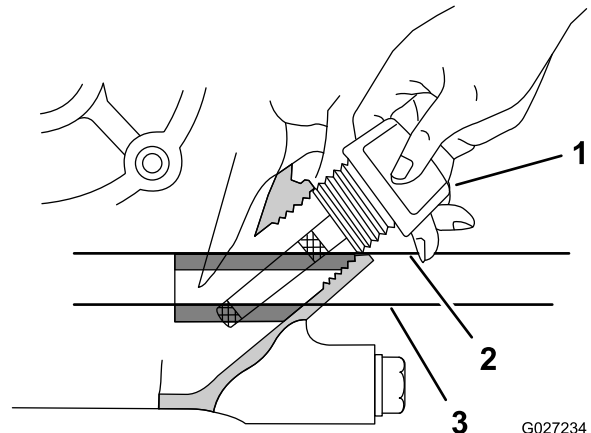

Figura 16
3. Inserte la varilla del motor, tal y como se muestra en la Figura 16.